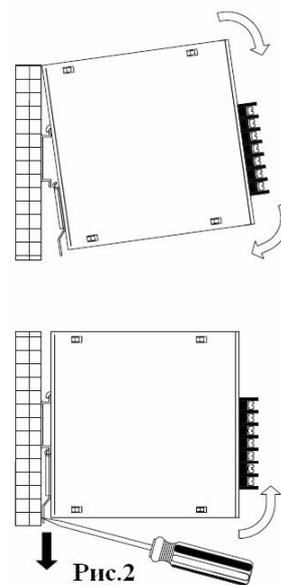

Рис.2
3. Наклоните прибор на небольшой угол и установите верхним посадочным местом крепления на DIN-рейку. Нажмите на нижнюю часть прибора так что бы защелка крепления зафиксировалась. Для демонтажа прибора необходимо оттянуть отверткой фиксирующую защелку вниз и взяв за нижнюю часть потянуть корпус вперед и вверх сняв с DIN рельса. (Рис. 2)